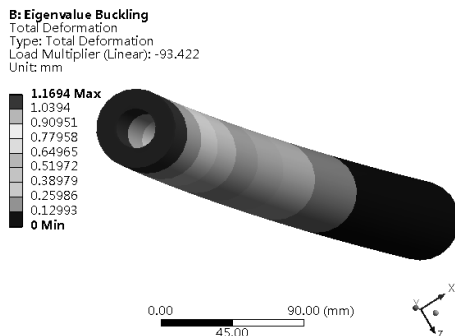

图 14-42 第一阶屈曲模态变形云图
Step5：图 14-42 所示为钢管的第一阶屈曲模态变形云图。
从图 14-42 所示的面板中可以查到第一阶屈曲载荷因子为 93.4，由于施加载荷为 1MPa，故可知钢管的屈曲压力为 $93.4 \times 1 = 93.4 \text{ MPa}$ ，变形形状为右侧云图所示。